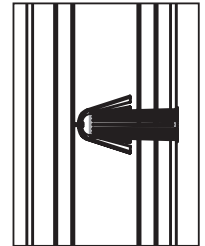

Abb. 1 / Fig. 1 / Afb. 1
3. Siebhülse mit zusammengedrücktem Mörtelauffangschirm bis zum Anschlag in die Bohrung einführen (Abb. 1)
3. Insérer le tamis à injection avec l'écran de récupération du mortier comprimé jusqu'au bout dans le trou (fig. 1).
3. Steek de zeefhuls met de samengeknepen mortelkeerconus tot de aanslag in het boorgat (Afb. 1)